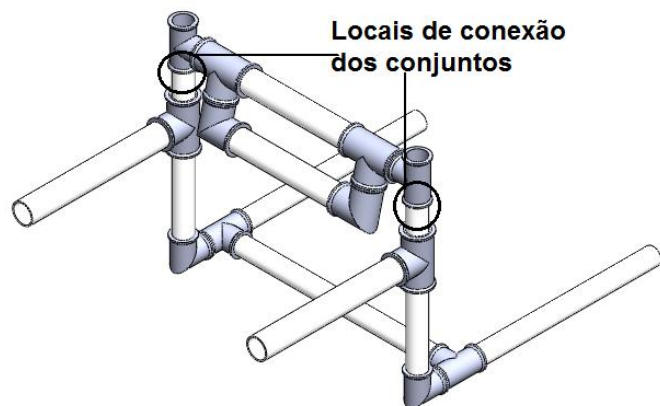

Figura 35. Montagem Final – Passo 8
- Passo 8: Junte o conjunto montado no passo 7 com o conjunto montado no passo 4, como mostrado na figura 35 (1 unidade);